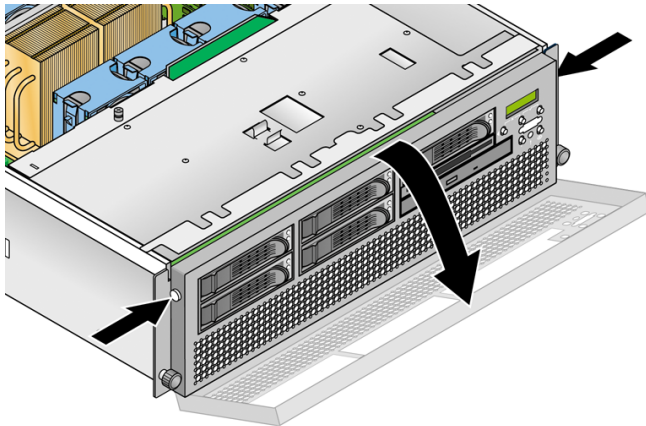

图 4-13 拆除前挡板
2. 按下前挡板两侧的橡胶按钮，然后向下转动挡板，从而将其从服务器拆除（请参见图 4-13）。